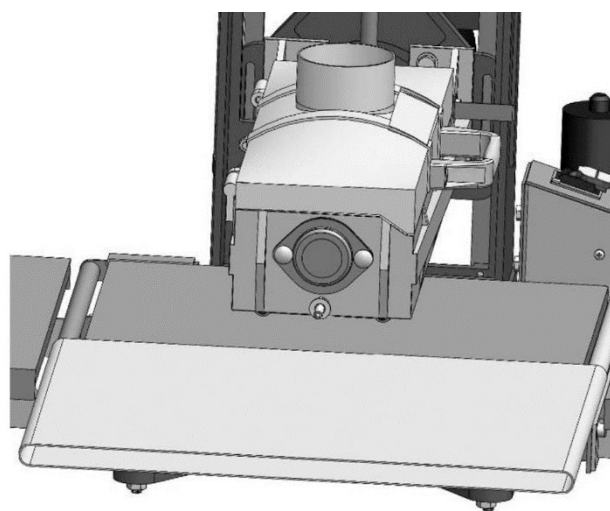

Рисунок 32.
- Поднимите опору транспортера вверх и стяните ленту (рис. 32).